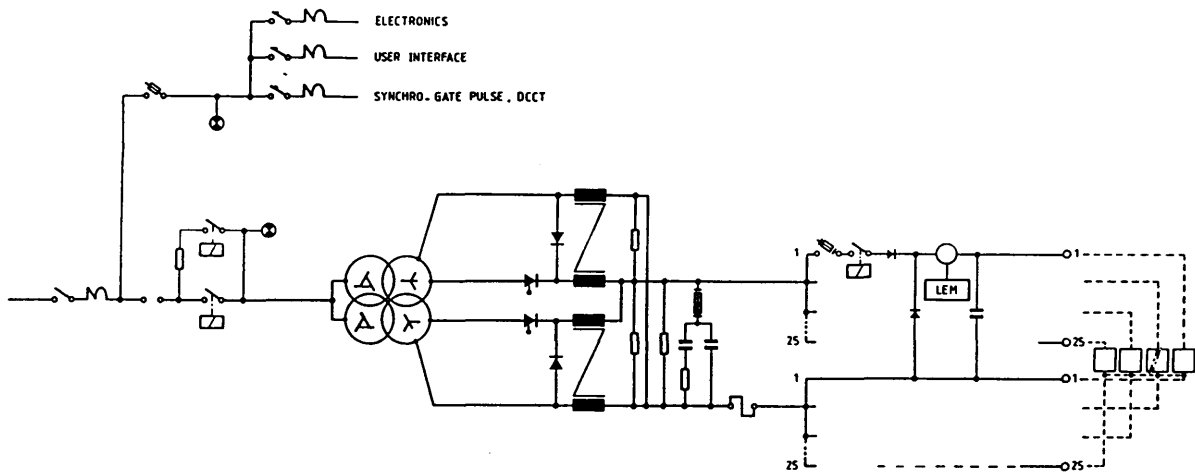

Fig.3 SCHEMA DE PUISSANCE
- Fig 3** - Schéma de puissance
La figure 3 montre le schéma de puissance de chaque alimentation.